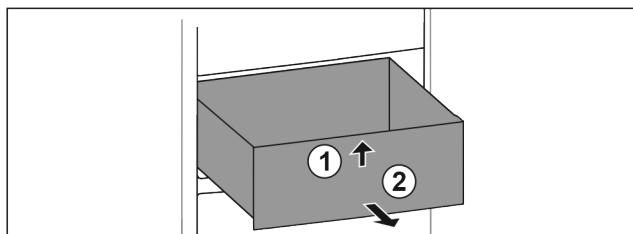

*Fig. 188*
- Paceliet atvilktni no priekšas. *Fig. 188 (1)*
- Izņemiet atvilktni virzienā uz priekšu. *Fig. 188 (2)*